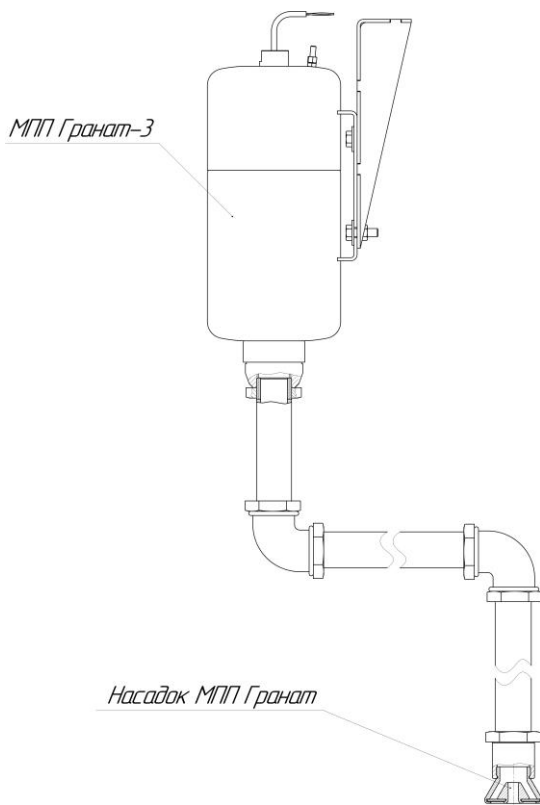

Рисунок 7 – Пример монтажной схемы направляющего трубопровода.
6.8 Монтаж направляющего трубопровода – в соответствии с проектной документацией для защищаемого объекта (рис.7). Допускается использование жесткого и/или гибкого трубопровода Ду = 20 мм. Присоединительные резьбы модуля и насадка-распылителя G 1.